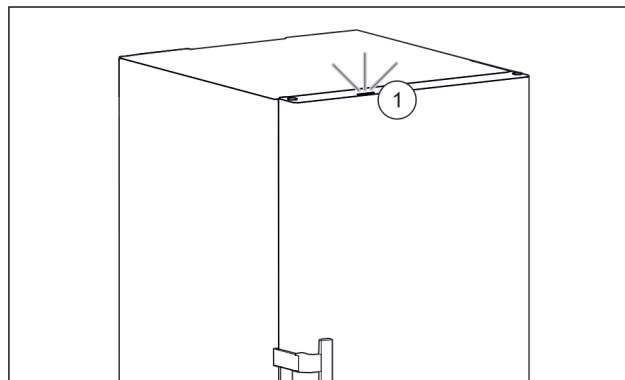

Fig. 56 Actief statuslicht bij gesloten deur
- ▷ Statuslicht Fig. 56 (1) is geactiveerd.